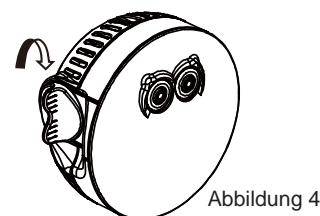

Abbildung 4
4. Drehen Sie den Batteriegehäuse-Verschluss (**1**) mit der Hand fest (siehe Abbildung 4).